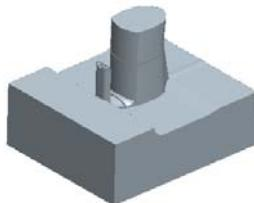

图 17.23 着色后的下半部分体积块
(1) 选取分型面**面组: F7 (MAIN_PS)**（使用“列表选取”的方法选取），然后单击**确定 (1)**按钮。
(2) 在“选择”对话框中单击**确定**按钮。
Step5. 系统弹出“属性”对话框，在该对话框中单击**着色**按钮，着色后的模型如图17.23所示。然后在对话框中输入名称 LOWER_MOLD，单击**确定**按钮。